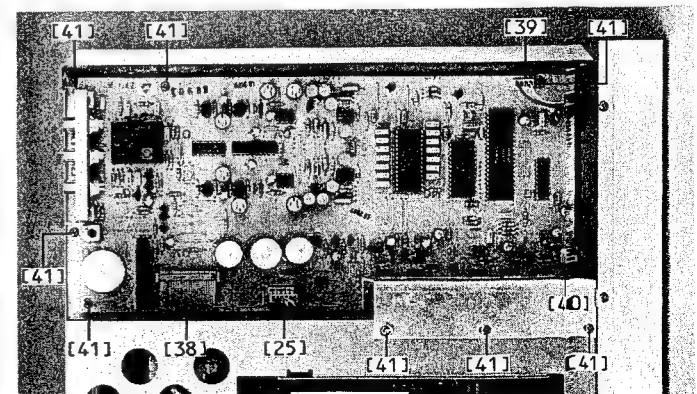
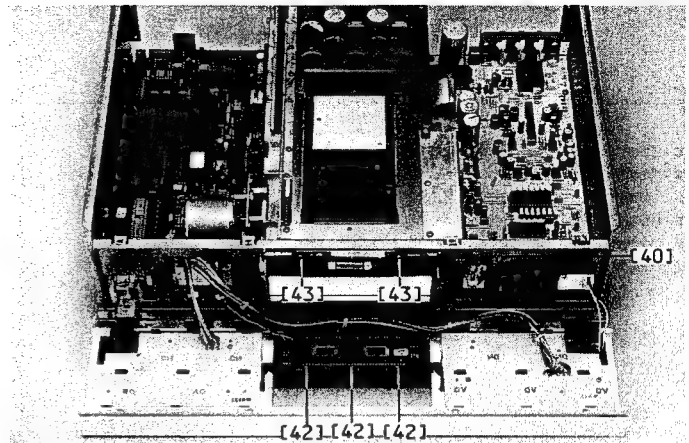

Fig. 2.12
Fig. 2.13
→ Fig. 2.10 / Fig. 2.12
-> Fig. 2.13
-> Fig. 2.12 / Fig. 2.13